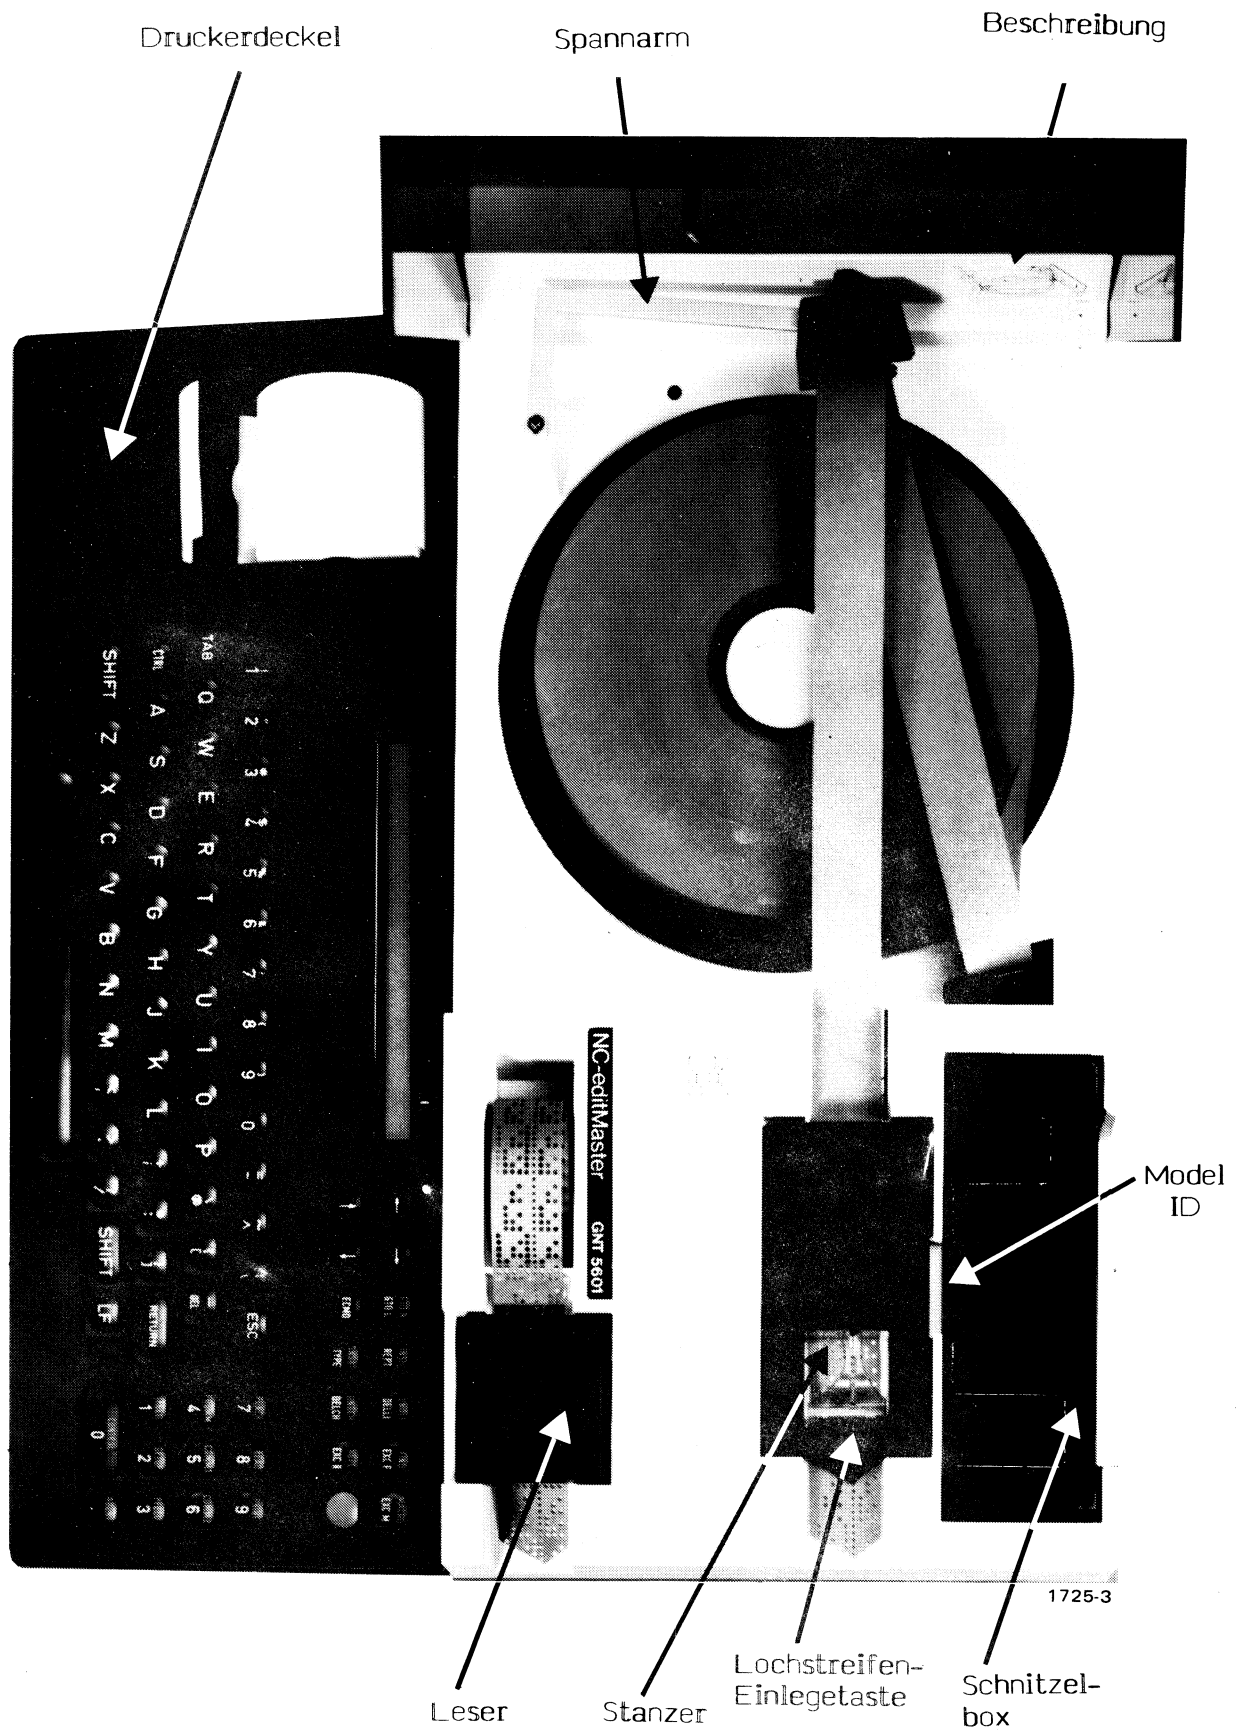

Fig. 2.1 Einlegen des Lochstreifens
Das Modell ist ausgewiesen durch das ID Etikett, das sichtbar wird, sobald die Schnitzelbox entfernt wird (s. Fig. 2.1 und Abschnitt 2.8).
2. Legen Sie den Lochstreifen um die zwei Rollen, wie in Fig. 2.1 abgebildet.
Legen Sie den zu lesenden Lochstreifen in den Behälter, wie in Fig. 2.1 abgebildet. Öffnen Sie den Leserdeckel und rasten Sie den Lochstreifen auf dem Transportrad ein. Schließen Sie den Deckel wieder. Der Deckel darf während der Leser in Betrieb ist nicht geöffnet werden.
Öffnen Sie die Deckplatte des Druckers (Fig. 2.1). Legen Sie das Papierende in den Schacht und achten Sie darauf, daß das Papier nicht unter den Schacht rutscht. Betätigen Sie die orange 2nd Taste. Halten Sie nun die PFEED Taste gedrückt und der Drucker wird das Papier durch den Mechanismus ziehen. Drücken Sie die Taste solange, bis ca. 2 - 3 cm des Papiers durchgelaufen sind. Schließen Sie nun den Deckel und fädeln Sie dabei das Papierende durch den Schlitz. Legen Sie die Papierrolle in den Behälter.